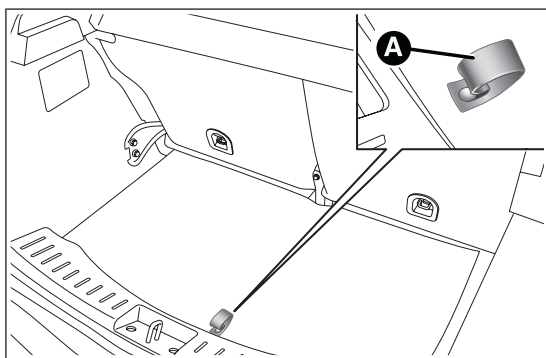

fig. 111
- ❑ ouvrir le coffre à bagages, tirer la languette A fig. 111 et soulever vers le haut le tapis de revêtement ;